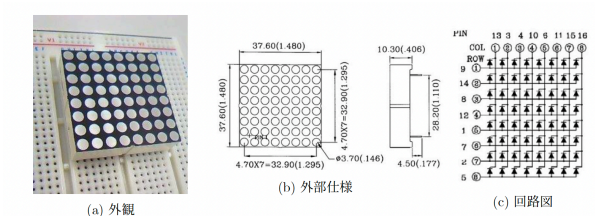

図 1: LED マトリクス
2.1 図 1 の電子部品 (LED マトリクス TOM-1588BH-B) を次のような点から調べなさい。